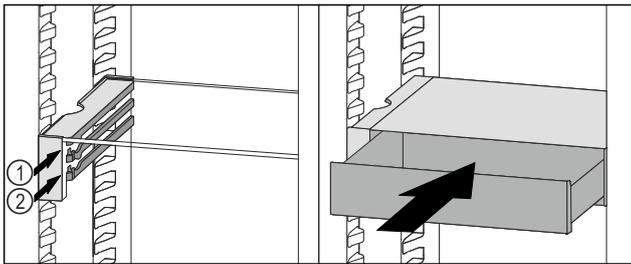

Fig. 44
- ▶ Placer le tiroir VarioSafe derrière les butées sur la nervure désirée Fig. 44 (1) ou Fig. 44 (2).